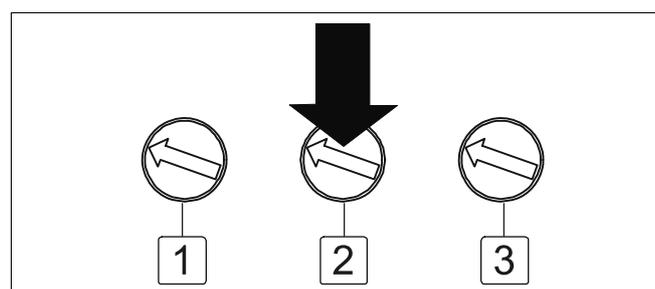

Fig. 57 Regolare la pressione minima della caldaia
- Ruotare il potenziamento "2" (fig. 57), posto sul pannello comando, e leggere la pressione minima al bruciatore.